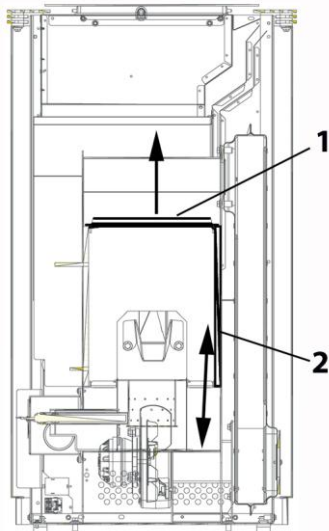

Abbildung 8a: Demontage der Zugumlenkung
Durch anheben die Zugumlenkung (1) aus der Führung aushängen. Die rechte Auskleidung (2) aus der Führung unten ausführen und nach unten in den Ascheraum stellen. Damit kann die Zugumlenkung entnommen und der obere Bereich der Brennkammer gereinigt werden (siehe Abb. 8a).